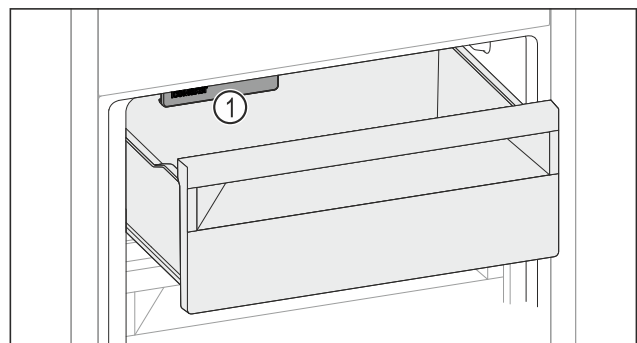

Fig. 126
- Tenere in considerazione l'IceMaker Fig. 126 (1).